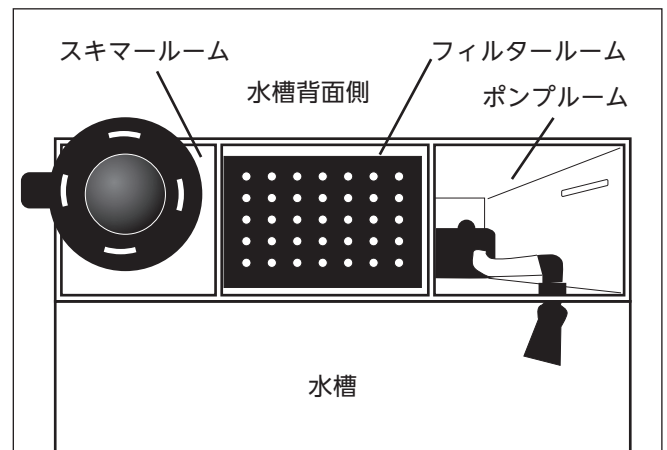

図 2
- B) プロテインスキマーを向かって左側のスキマールームに取り付けます。(図 2)
- B) 循環ポンプを右側のポンプルームに設置し、エルボーパイプを接続口に差し込みます。(図 2)